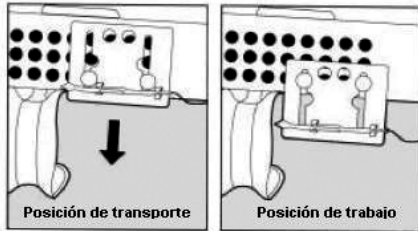

Figura 3
4. En los modelos automáticos (ACE-805 A, ACE-1205 A y ACE-1605 A) el sensor de la habitación está situado en la parte posterior del lado derecho del acumulador. Deslice cuidadosamente el sensor hacia abajo desde su posición de tránsito a su posición operativa. (Figura 3)